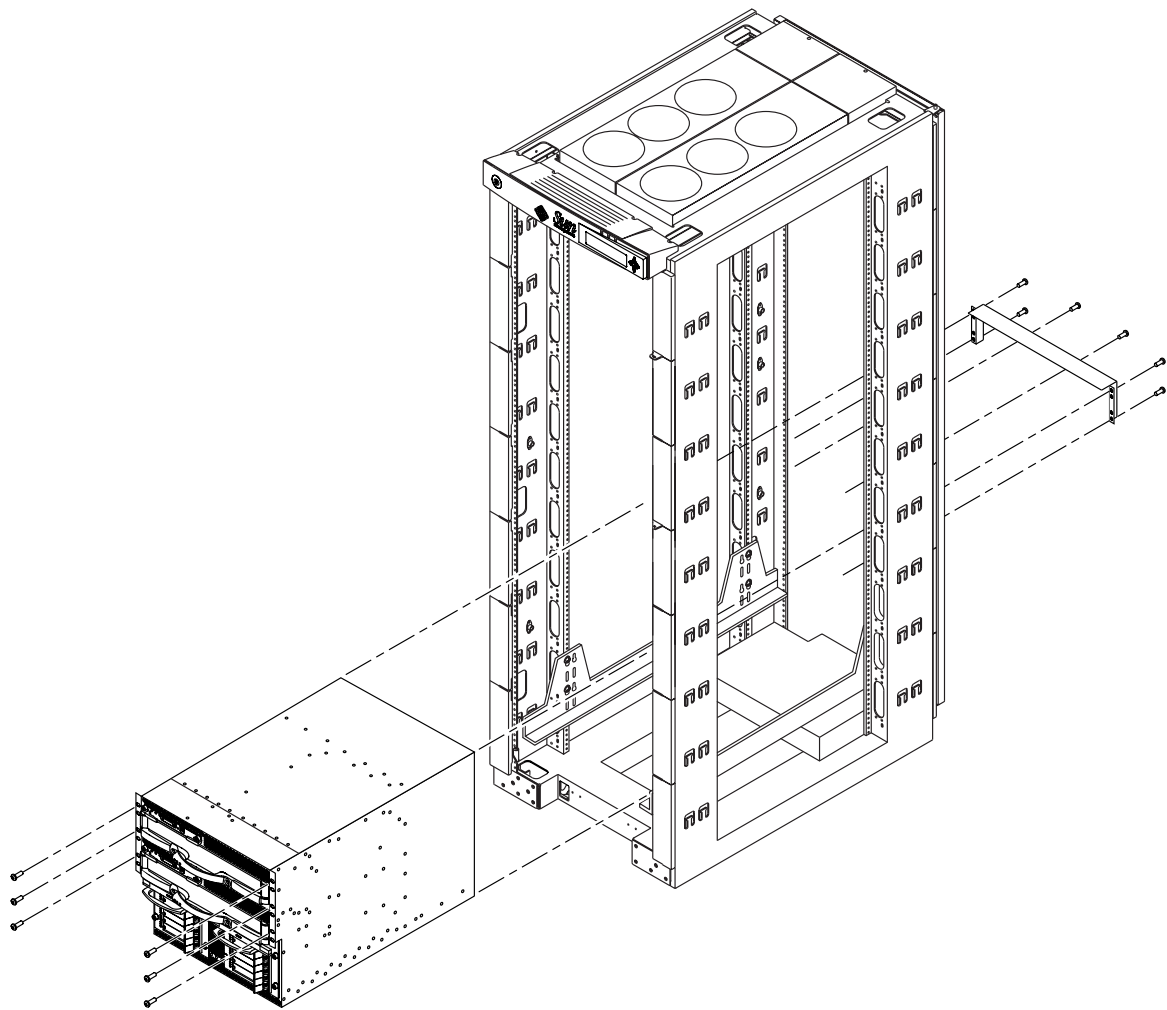

图 3-4 将 Sun Fire 3800 系统固定到 Sun Fire 机柜中
3. 使用六个螺丝（每侧三个）将系统的前端固定到机柜（图 3-4）。